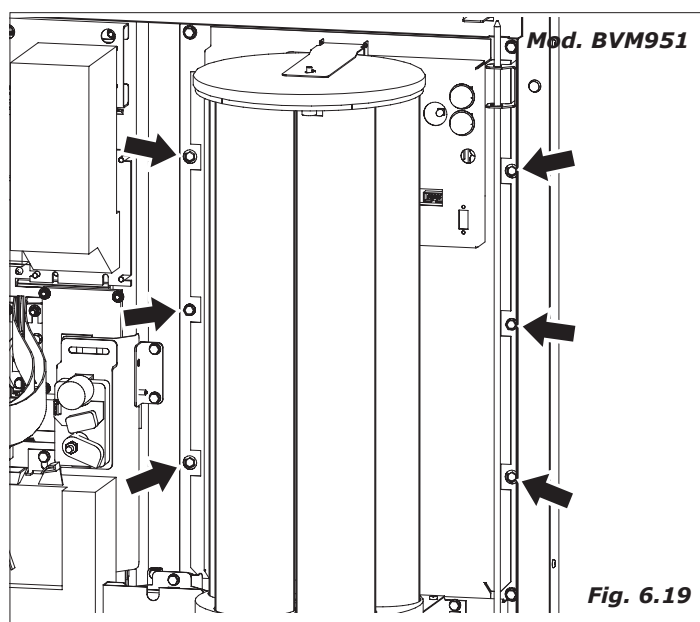

Fig. 6.19
- Svitare le sei viti trilobate poste all'interno della porta e rimuovere il lexan frontale (Fig. 6.19).